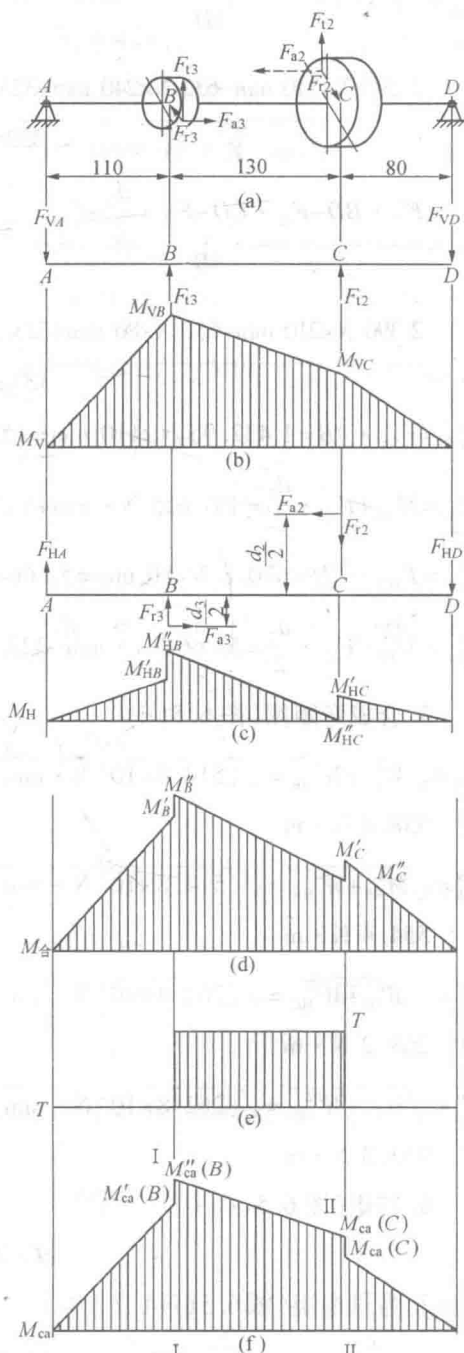

图 6.5
2. 轴的空间受力简图(图 6.5(a))
(图 6.5(b))
4. 水平面(XY平面)受力图、弯矩 M_H 图(图 6.5(c))
5. 合成弯矩图(图 6.5(d))
6. 转矩(图 6.5(e))
7. 当量弯矩(图 6.5(f))
8. 校核截面 I—I、II—II (图 6.5(f))